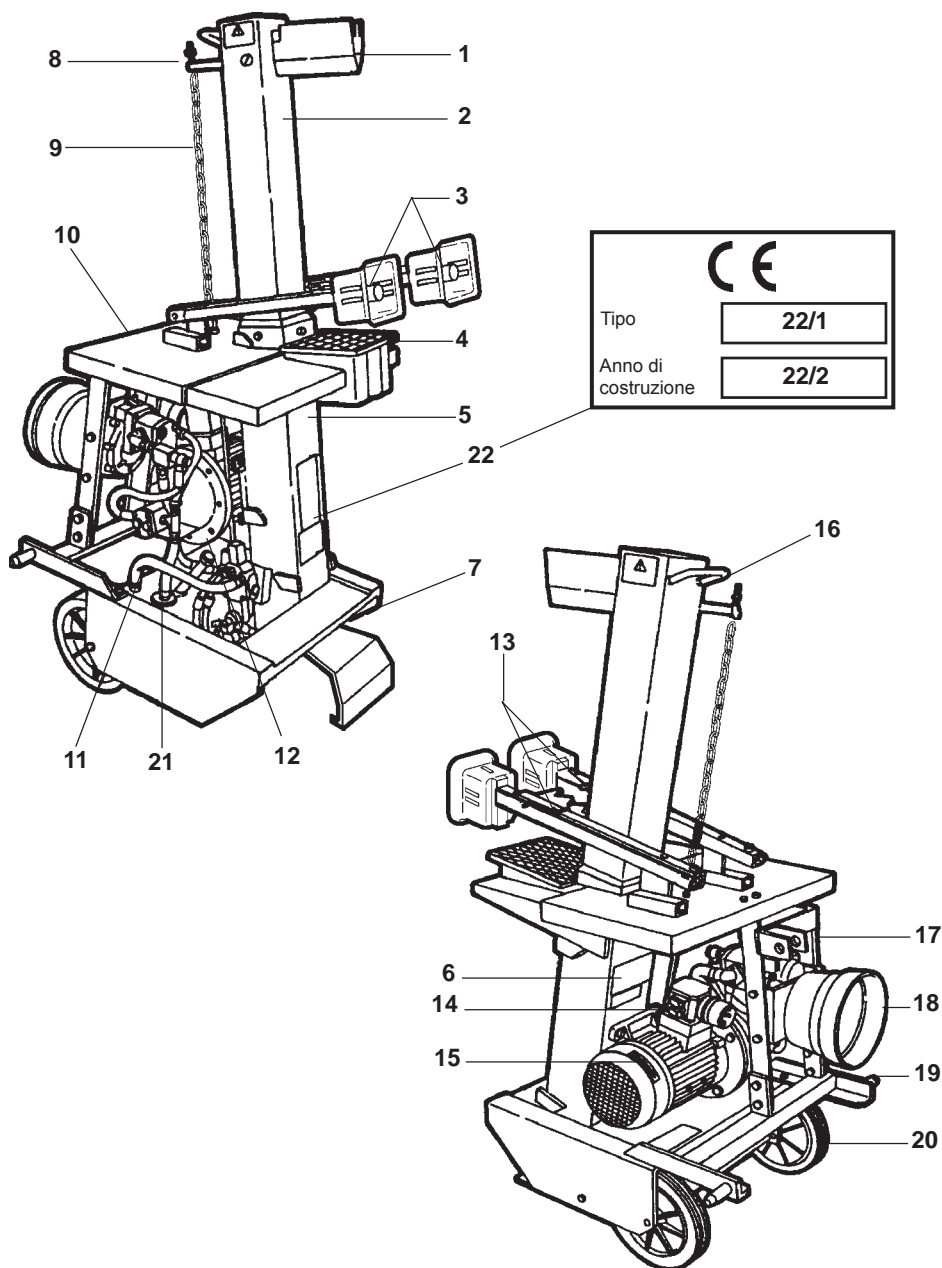

Fig. 1 - Astilladora Mod. 900+PTO de funcionamiento eléctrico y con unión a los tres puntos del tractor (es la versión más completa)
- 1) **Den Hydraulikölstand** anhand des Füllrohr-Meßstabes (12 Abb. 1) mit Max.-Markierung überprüfen.
Während des Ölwechsels ist es angeraten, auch den Filter (21 Abb. 1) zu reinigen. Hierzu die beiden Schrauben, mit denen er am Tank befestigt ist, abdrehen und mit einem Lösungsmittel, wie z.B. Benzin, auswaschen. Danach wieder anschrauben.
1.2 DESCRIPCION DE LA ASTILLADORA (Fig. 1)